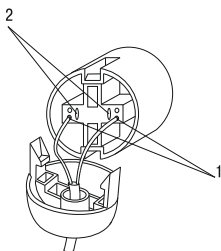

Рисунок 28
- вставить концы проводов в круглые отверстия в торце корпуса патрона до защёлкивания их в безвинтовых контактах (позиция 1 рисунок 28).
Чтобы отсоединить провод, нужно надавить жалом плоской отвёртки на пружины зажимов (продолговатые вырезы, расположенные ближе к центру патрона, позиция 2 рисунок 28).